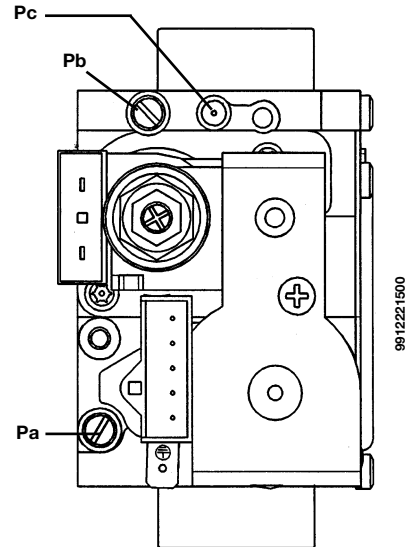

Figura 13
El procedimiento para calibrar el regulador de presión puede variar en función del tipo de válvula de gas instalada (HONEYWELL o SIT; consulte la figura 13).
- Conecte el punto de prueba de presión positivo de un manómetro diferencial (posiblemente accionado por agua) al punto de prueba de presión de la válvula de gas (**Pb**) (Figura 13); conecte (sólo para los modelos de cámara hermética) el punto de prueba de presión negativo del manómetro a una conexión en "**T**" para unir la toma de ajuste de la caldera, la toma de ajuste de la válvula de gas (**Pc**) y el manómetro. (La misma medición puede realizarse conectando el manómetro al punto de prueba de presión (**Pb**) después de extraer el panel frontal de la cámara hermética). Si mide la presión de los quemadores de otra forma, obtendrá un resultado alterado, ya que la baja presión creada en la cámara hermética por el ventilador no se tendrá en cuenta.
- Compruebe que la presión dinámica de alimentación de la caldera, según se ha medido en el punto de prueba de presión de la válvula de gas de admisión (**Pa**), (Figura 13) es correcta (**37 mbar** para gas propano **G.31**, **20 mbar** para gas natural **G20**).